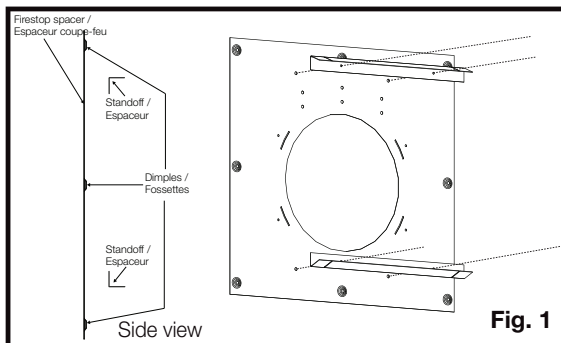

Fig. 1
1. Installez les espaceurs sur un côté de l'espaceur coupe-feu (Figure 1).